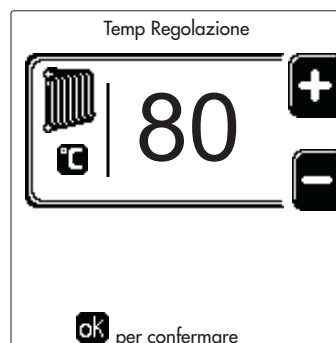

рис. 14
- **ВКЛ.** В случае запроса на отопление/ГВС котел работает с заданной температурой регулировки отопления/ГВС (рис. 14/рис. 16).
- **📉** В случае запроса на отопление/ГВС котел работает на пониженной температуре регулировки. Пониженная температура получается вычитанием значения «Понижение температуры регулировки» (рис. 15/рис. 17) из значения заданной «Температуры регулировки» отопления/ГВС (рис. 14/рис. 16).